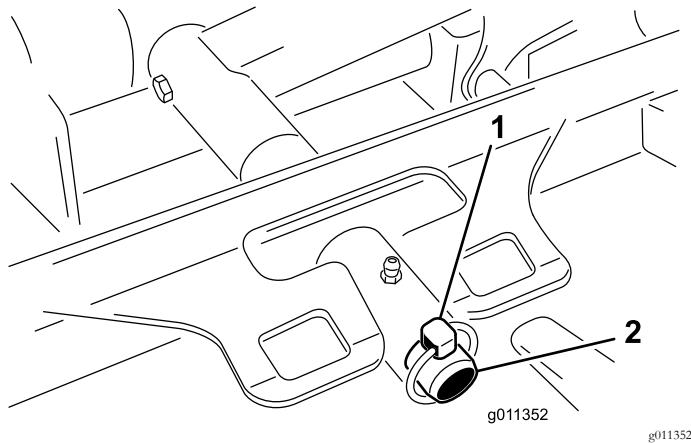

Figure 70
- Retirez la goupille à anneau (ou l'écrou de retenue, modèle 30874) qui fixe le bâti porteur du plateau de coupe à l'axe de pivot du bras de levage (Figure 70).
- Faites glisser le bâti porteur du plateau de coupe sur l'axe de pivot du bras de levage (Figure 70). Fixez le plateau sur l'axe à l'aide de la goupille à anneau (ou de l'écrou de retenue, modèle 30874).